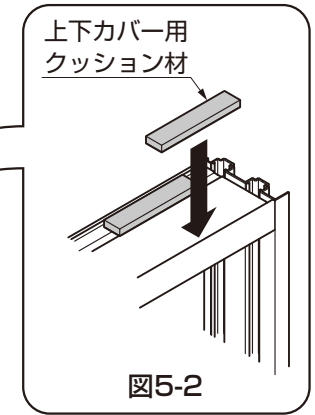

図5-2
- ①上下カバー用クッション材を縦長格子タイプ 本体W15上側に貼付けてください。(図5-2参照)
- ②縦長格子タイプ 本体W15を縦部材に【1-2】で取付けてください。
- ③格子カバー上下用を縦長格子タイプ 本体W15の上下にはめ込んでください。